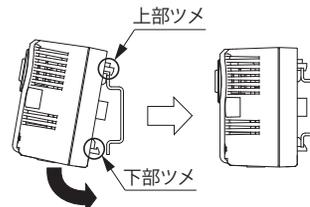

図9
- 上部ツメを IEC レールに引っ掛けた状態で、下部ツメを IEC レールに押し当ててカチッと音がするまではめ込みます。(図9)